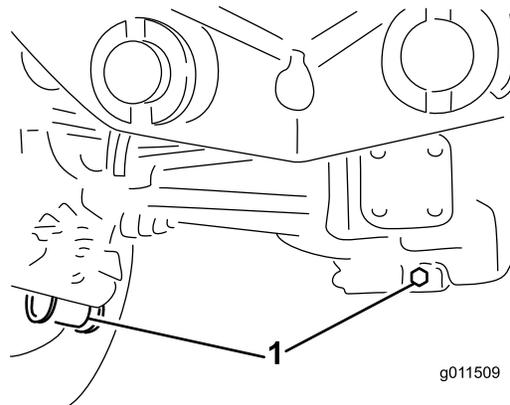

図 108
2. ドレンプラグそれぞれの端部に 1 本ずつ、中央に 1 本全部で 3 本の周囲をきれいにする 図 108。